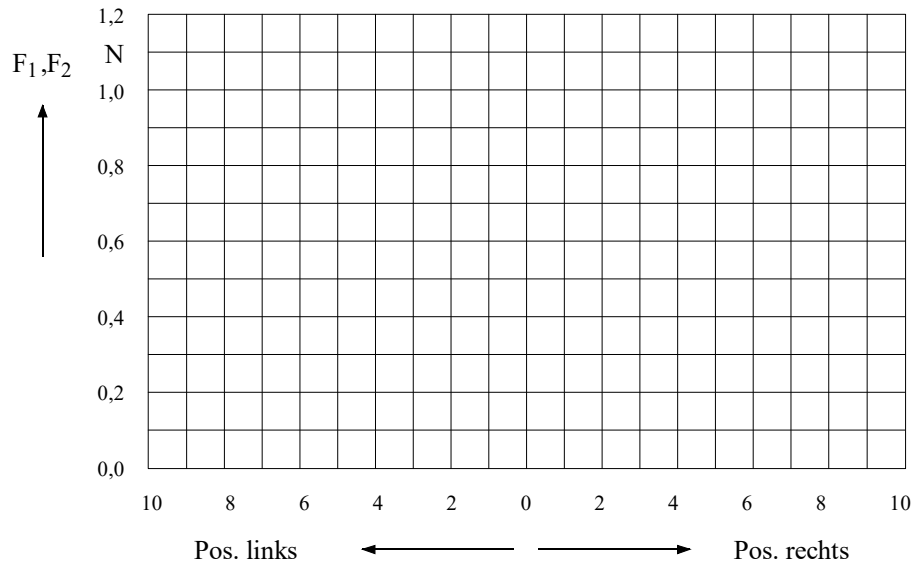

Abb.4: Diagramm (Kraft, Position)
- Trage die Auflagerkräfte  $F_1$  und  $F_2$  in ein Diagramm (Kraft, Position) (Abb.4) ein. Verbinde die Meßwerte durch eine Linie. Welchen Zusammenhang erkennst du zwischen den Auflagerkräften und dem Angriffspunkt der Gewichtskraft des Gewichtstellers?